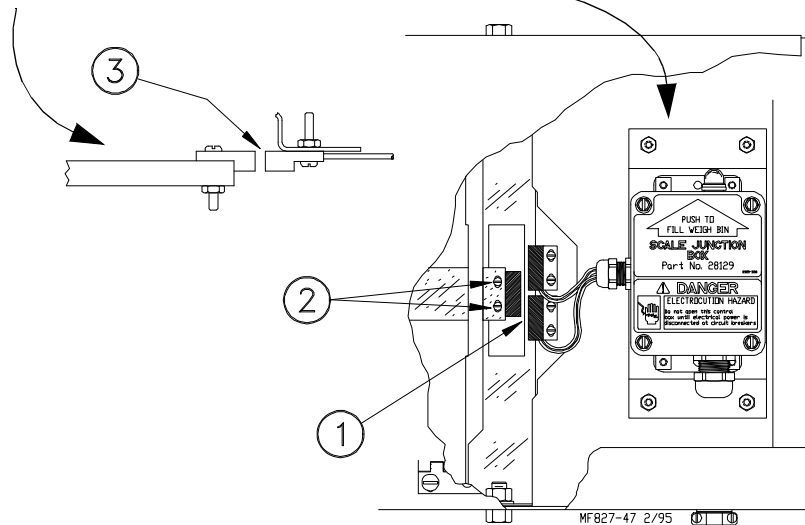

Figura 51. Alinear el astil en la caja del astil.
4. Montar el accionador magnético 5789 en el extremo del astil usando los dos tornillos de cabeza redonda de 4-40 x 3/4 pulg provistos. Ver la Figura 51.